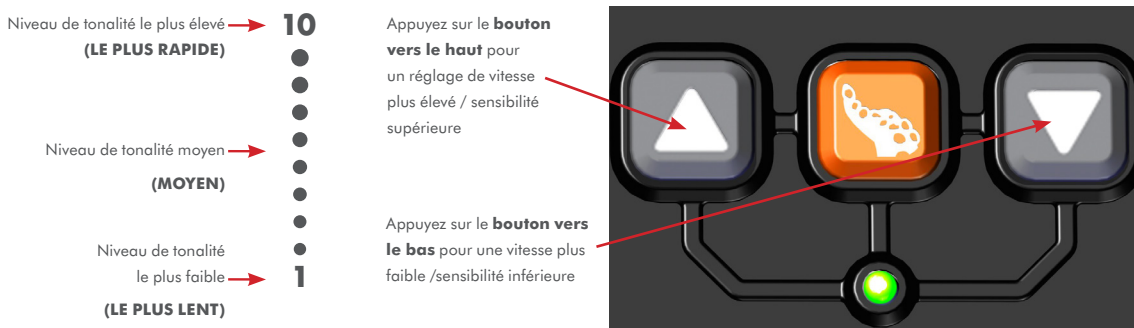

Figure 1
REMARQUE : La vitesse par défaut est définie à 70 % du niveau de vitesse le plus élevé. La tonalité augmente en fonction du niveau (1-10). **FIG. 1**
2. Appuyez sur le bouton vers le haut pour augmenter la vitesse et sur le bouton vers le bas pour un réglage de vitesse inférieur. **FIG. 1**
REMARQUE : La valeur par défaut se situe au milieu de la plage. La tonalité augmente en fonction du niveau (1-10). **FIG. 1**
2. Appuyez sur le bouton vers le haut pour un réglage de sensibilité plus élevé et sur le bouton vers le bas pour un réglage de sensibilité inférieur. **FIG. 1**